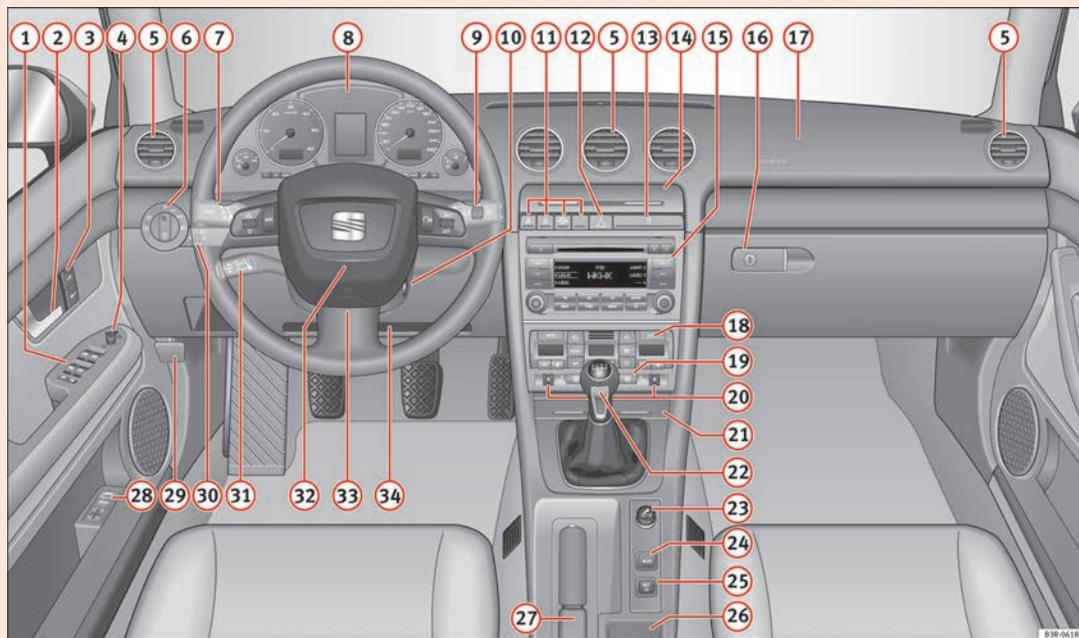

Fig. 36 Algunos de los equipamientos relacionados pertenecen sólo a determinadas versiones del modelo o son equipamientos opcionales.
- En vehículos dotados de volante a la derecha*, la disposición de los elementos de mando difiere parcialmente de la que se muestra en la figura ⇒ fig. 36. Los símbolos de los mandos son, sin embargo, los mismos. ■